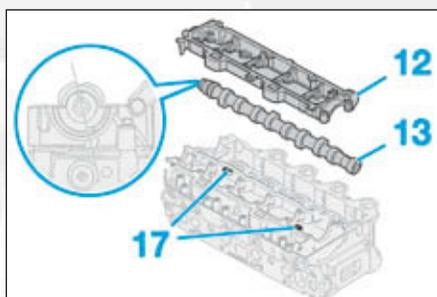

FIG.57
- Placer l'encoche de la poulie d'arbre à cames vers le haut (Fig.57).
- Placer les outils [1] sur la culasse en (17) pour centrer le carter supérieur d'arbre à cames sur le carter inférieur.